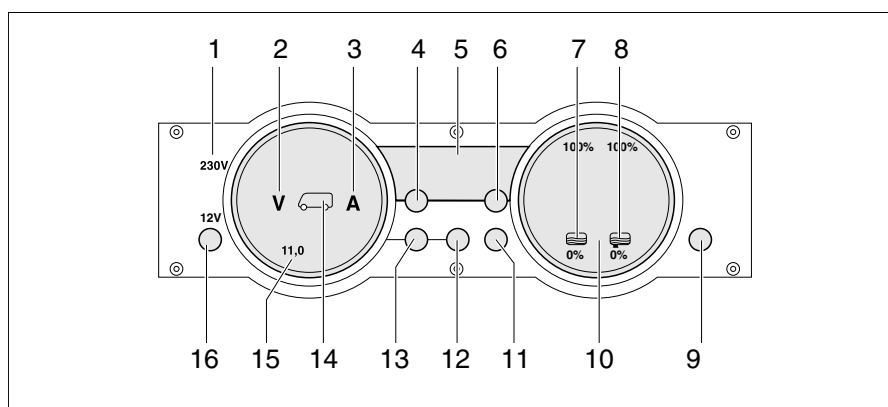

Fig. 260 Panel MP 20-S
La luz de control de 230 V (Fig. 260,1) se enciende cuando hay tensión de red en la entrada del bloque eléctrico.
El interruptor principal de 12 V (Fig. 260,16) conecta y desconecta el panel y la alimentación de 12 V del habitáculo.
- Pulsar la tecla "12 V" (Fig. 260,16) brevemente. La alimentación de 12 V del habitáculo está conectada. La visualización de control "12 V" está encendida.
- ▷ En caso de que después de la conexión parpadeen tanto el LED "11,0" de la visualización de voltios así como el símbolo Voltios "V" (Fig. 260,2) en el instrumento indicador Baterías (Fig. 260,15), será demasiado baja la tensión de la batería del habitáculo. Cargar la batería.
- ▷ En caso de que después de la conexión parpadeen tres veces la visualización de control "12 V", el símbolo Batería del habitáculo (Fig. 260,14) y el símbolo Voltios "V" (Fig. 260,2), estará activada la separación de batería. Desactivar la separación de batería.
- Pulsar la tecla Batería del habitáculo (Fig. 260,12) y mantenerla pulsada aprox. 10 segundos. Los símbolos Voltios "V" (Fig. 260,2) y Amperios "A" (Fig. 260,3) parpadean tres veces. La batería del habitáculo está separada de la red de a bordo de 12 V.
- Pulsar la tecla "12 V" (Fig. 260,16) y mantenerla pulsada aprox. 5 segundos. El símbolo Voltios "V" (Fig. 260,2) parpadeará tres veces. La batería del habitáculo está conectada a la red de a bordo de 12 V. La visualización de control estará encendida durante aprox. 2 segundos.
- Pulsar la tecla de la batería del habitáculo " (Fig. 260,12). El símbolo Voltios "V" (Fig. 260,2) estará encendido. Según la carga o la descarga, el símbolo Amperios "A" estará encendido de color blanco o bien rojo. La tensión de la batería y la corriente de la batería del habitáculo son visualizadas a través de LEDs en el instrumento indicador.
- Pulsar la tecla de la batería del motor de arranque " (Fig. 260,13). El símbolo Voltios "V" (Fig. 260,2) estará encendido. La tensión de la batería del motor de arranque es visualizada a través de LEDs en el instrumento indicador.
- Pulsar la tecla de los depósitos "  " (Fig. 260,11). Los símbolos Depósito de agua "  " (Fig. 260,7) y Depósito de aguas residuales "  " (Fig. 260,8) estarán encendidos. Los niveles de llenado del depósito de agua (escala izquierda) y del depósito de aguas residuales (escala derecha) serán visualizados a través de LEDs en el instrumento indicador.
El símbolo Voltios "V" (Fig. 260,2) y el LED "11,0" parpadearán tan pronto la tensión de la batería caiga abajo de 11 V (medición durante el funcionamiento) y exista el riesgo de una descarga completa.
El símbolo Depósito de agua "☰" (Fig. 260,7) o el símbolo Depósito de aguas residuales "☷" (Fig. 260,8) parpadeará si el depósito de agua está vacío o el depósito de aguas residuales está lleno.
A través del visualizador digital (Fig. 260,5) es posible visualizar la temperatura interior y la temperatura exterior.
- Pulsar la tecla Temperatura interior "☺" (Fig. 260,4). Indica la temperatura interior.
- Pulsar la tecla Temperatura exterior "☹" (Fig. 260,6). Indica la temperatura exterior.
La tecla "Res" (Fig. 260, 9) permite conectar y desconectar la calefacción del depósito o la bomba de agua a presión.
- Pulsar la tecla Reserva "Res" (Fig. 260,9). El símbolo "Res" estará encendido.